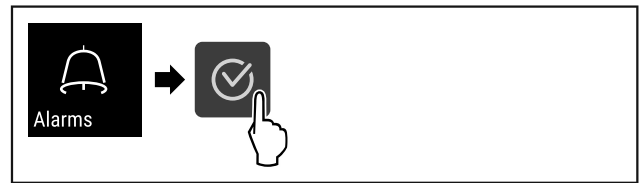

Fig. 104
- ▶ Atlikite veiksmus (žr. Fig. 104).